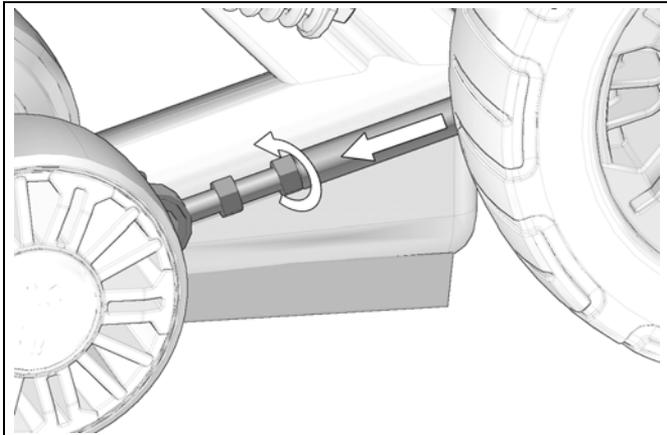

Abbildung 31
- Kettenspanner auf Minimum einstellen. Siehe Abbildung 31.